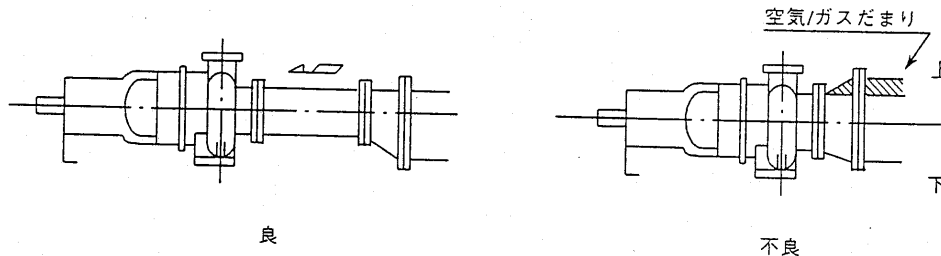

図 2
また吸込配管の曲がりにはできるだけゆるやかにし、数を少なく、かつポンプ入口部に接近して設けないようにしてください。(図 2, 3)
5) 吸込配管に異径管を用いる時は、図2に示すように、空気だまりができない偏心形のものを用います。